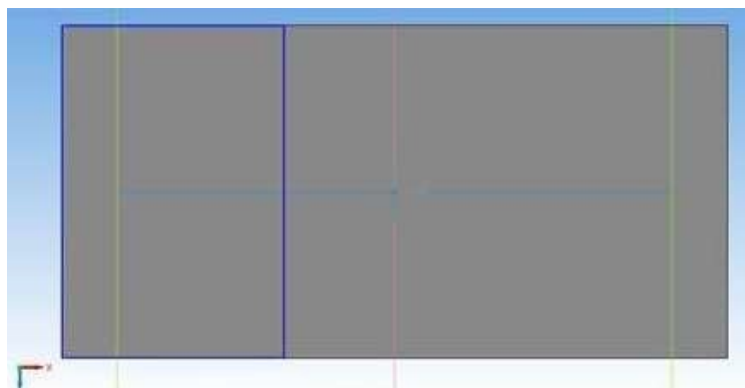
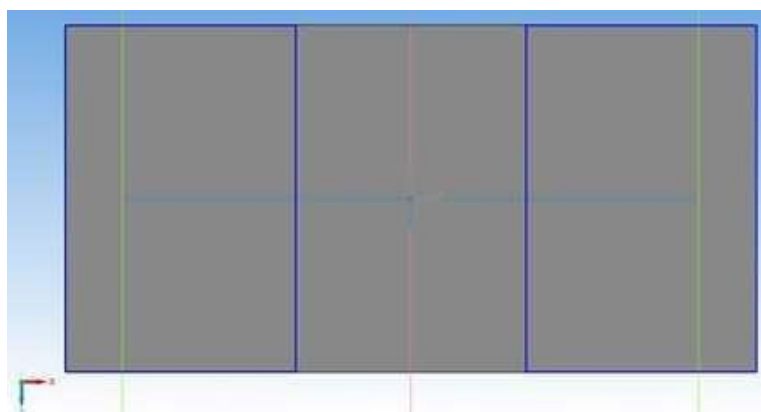

Рисунок 13.12 – Построение прямоугольников
Рисунок 13.13 – Построение прямоугольников
8. Постройте прямоугольники. Высота - 30мм, ширина - 20мм (рисунок 13.12, рисунок 13.13).